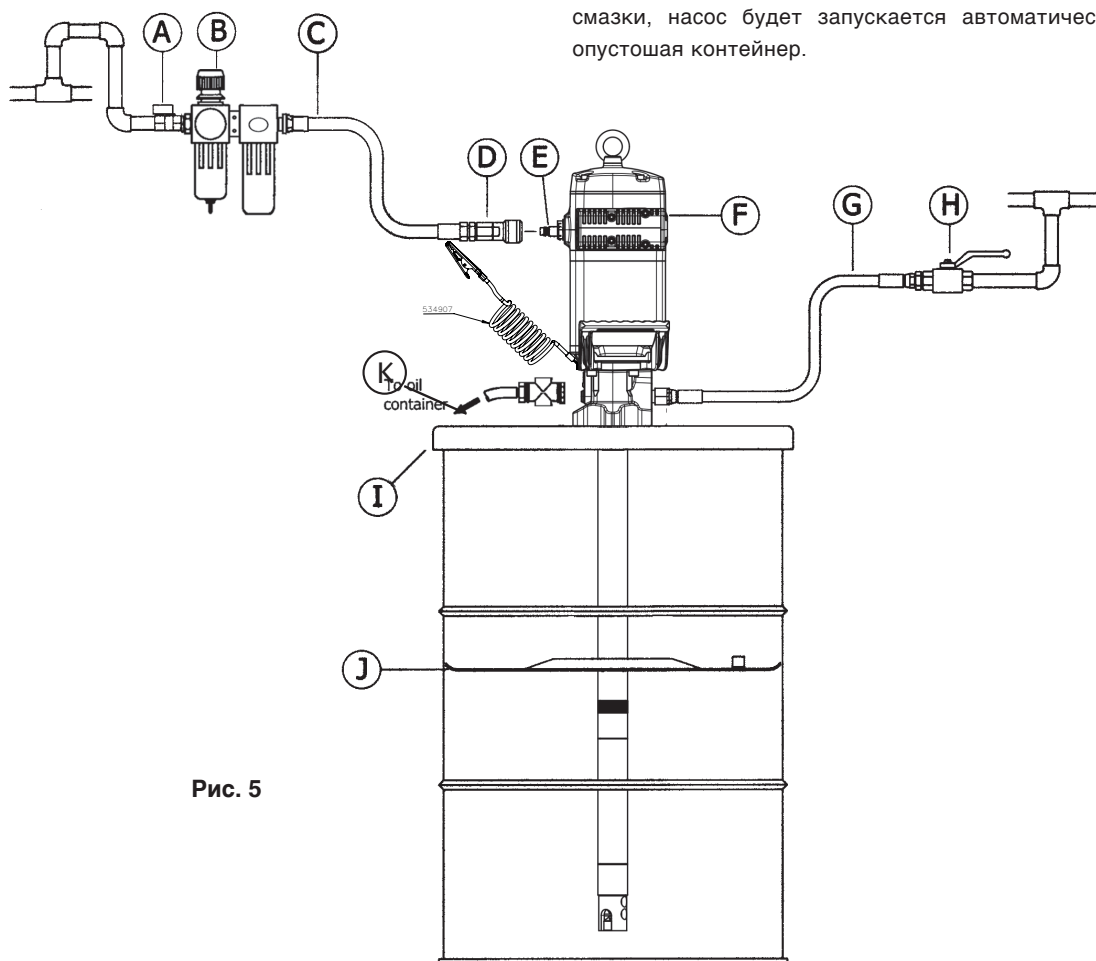

Рис. 5
1. Зажмите насос горизонтально зажимом (рис. 5). Постучите молотком по верхней трубке (73) возле соединения с корпусом (69), чтобы сломать резьбовой герметик.
2. Отвинтите гайку грунтовки (94) и снимите грунтовку (93).
4. После откручивания тяните двигатель, пока не увидите штифт (70) на штоке (49). С помощью молотка и пробойника выбейте штифт (70). Двигатель болтается.